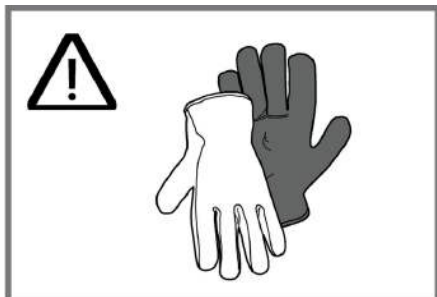

Abb. 4
- Teile im Inneren des Geräts können scharfe Kanten haben. Tragen Sie Schutzhandschuhe (Abb. 4).